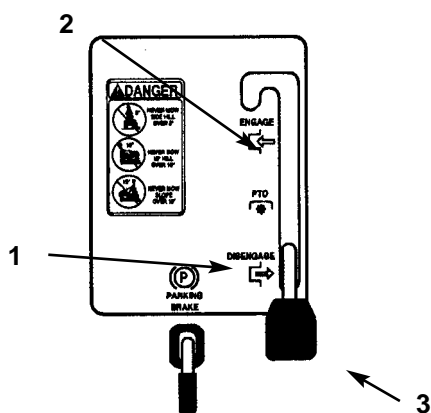

Fig. 5
2. Spostate il comando della lama (PDF) su "ENGAGED" (innestato) (Fig. 5).
2. Spostate il comando della lama (PDF) su "DISENGAGED" (disinnestato) (Fig. 5).